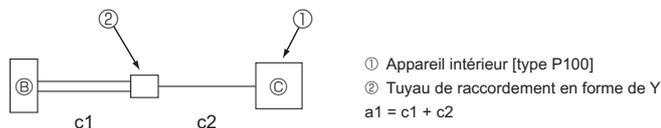

Fig. 5-2
*1 Bien que deux tuyaux de réfrigérant soient utilisés entre le boîtier de dérivation et le tuyau de raccordement en forme de Y lors du raccordement de l'appareil intérieur P100, calculer les longueurs de tuyauterie en utilisant la longueur d'un seul tuyau. (Fig. 5-2)